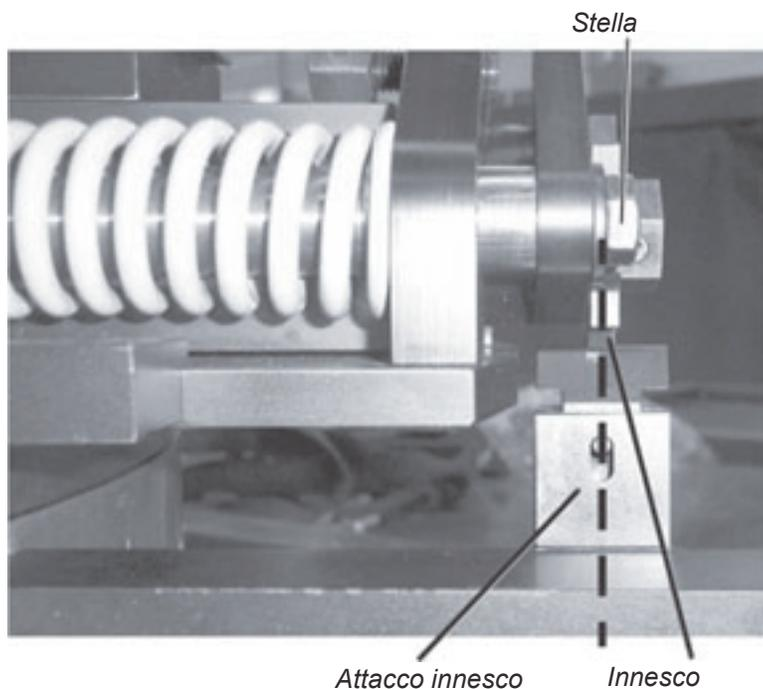

Figura 3-8. L'attacco innesco deve essere posizionato in modo che i punti di contatto della stella colpiscano il centro dell'innesco.
17. Posizionare l'attacco innesco in modo che la stella colpisca il centro dell'innesco, come mostrato nella Figura 3-8. Serrare la vite di regolazione della posizione.